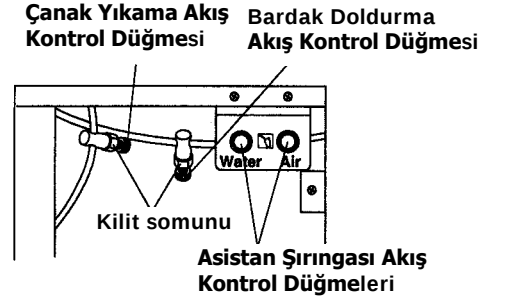

Fig. 3-18 Greşuar Ünit içindeki Akış Kontrol Düğmeleri
- D. Servis Su Çıkış Kontrol Düğmesi (Fig.3-18)
- E. Servis Hava Çıkışı (Opsiyonel) (Fig. 3-18)
(3) Greşuar Ünit Gövdesi
- A. Asistan Şırınga Akış Kontrol Düğmeleri (Fig.3-18)
- B. Bardak Doldurucu Akış Kontrol Düğmesi (Fig.3-18)
- C. Çanak Yıkama Kontrol Düğmesi (Fig. 3-18)